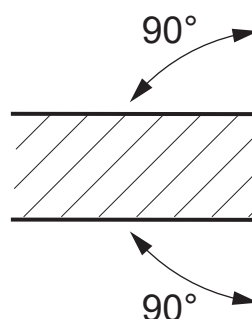

Fig. 47 – Affûtez la lame à un angle de 90°.
5. Utilisez une meuleuse pour affûter le tranchant du couteau d'appui. Consultez Fig. 47.